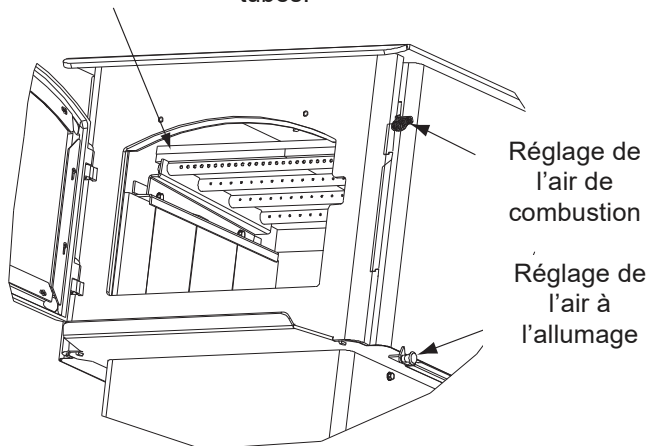
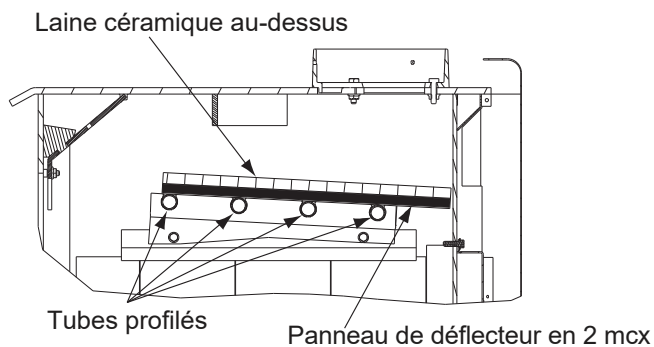

Figure 24.3
Figure 24.4
4. Réinstallez les deux parties du déflecteur l'une après l'autre. Assurez-vous que les deux parties du déflecteur soient à égalité avec le collecteur à tubes avant et qu'elles reposent sur tous les tubes (**Figure 24.3 et Figure 24.4**).
5. Pour réinstaller la laine céramique, il est plus facile de la plier d'abord en deux. Placez-la sur la plaque du déflecteur, dépliez et lissez la laine céramique isolante. Révérifiez l'emplacement de la plaque-défecteur (**Figure 24.2 et Figure 24.4**).